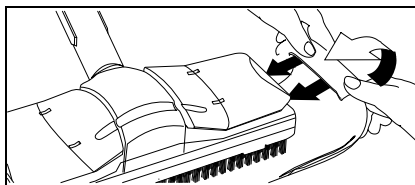

Abb. 10
- ➔ Befestigen Sie das Bodentuch (H3) an der Bodendüse (H1). Falten Sie dazu das Bodentuch längs zusammen und stellen Sie die Bodendüse darauf. Ziehen Sie nacheinander die überstehenden Enden des Bodentuchs unter die Halteklammern (H2) (siehe Abb. 10).